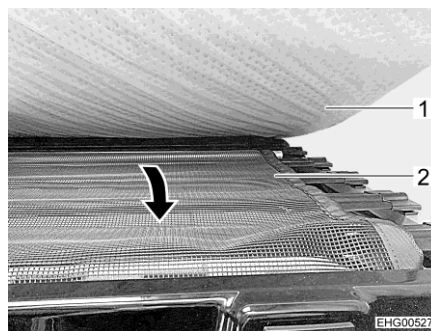

Bild 41 Skyddsnet
- Dra ut skyddsnetet (Bild 41,2) under madrassen (Bild 41,1) och spänn det över åtkomstöppningen.